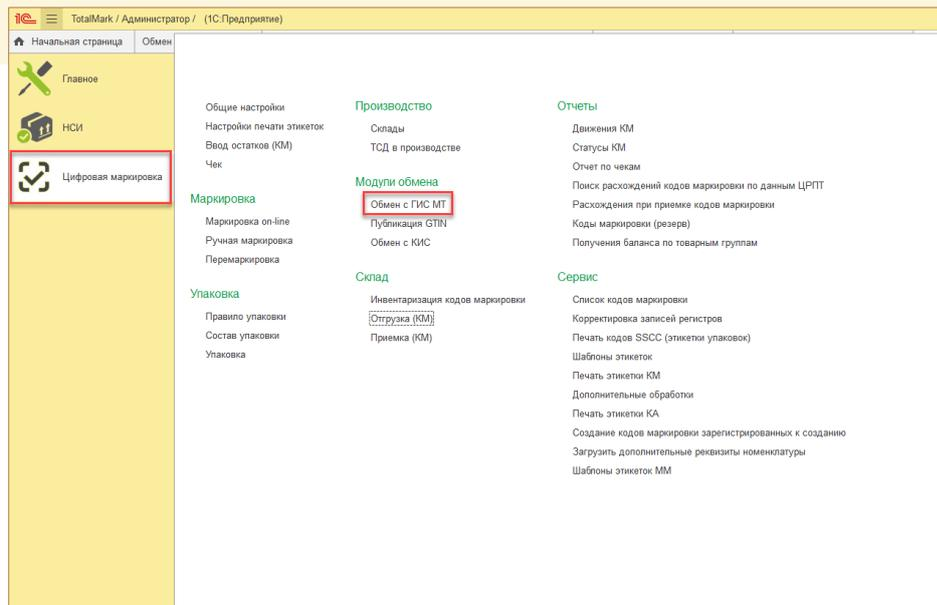
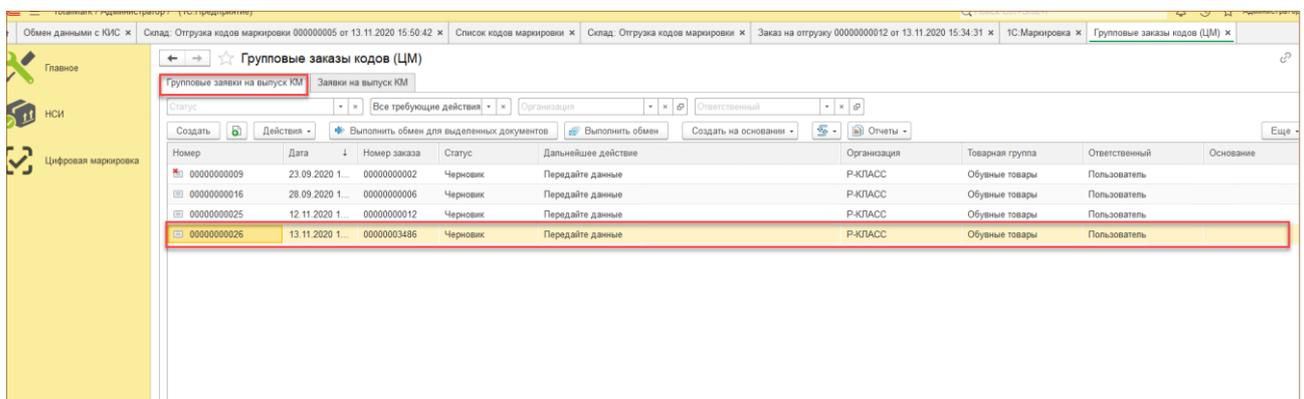

Рис. 7-6 - Работа с Заказом КМ в Тотал Марк
Рис. 7-8 - Работа с Заказом КМ в Тотал Марк
9. Требуется открыть Заказ кодов маркировки в Total Mark: Цифровая маркировка/ Обмен с КИС/ Заявки на выпуск КМ (Рис. 7-6-Рис. 7-8);